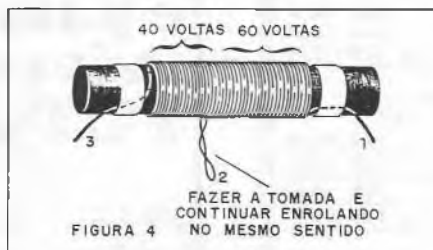

FIGURA 4
b) A bobina L1 deve ser enrolada pelo próprio montador usando para isso um bastão de ferrite de aproximadamente 1cm de diâmetro e de 10 a 30cm de comprimento. O fio usado pode ser o esmaltado 26 ou 28 ou então, na sua falta, fio comum fino de capa plástica. Serão enroladas inicialmente 40 espiras e depois mais 60, conforme mostra a figura 4.
Ocorre então uma transferência de energia entre os dois componentes: a energia que se encontrava armazenada no capacitor na forma de um campo elétrico passa para o indutor na forma de um campo magnético, conforme mostra a figura 4.